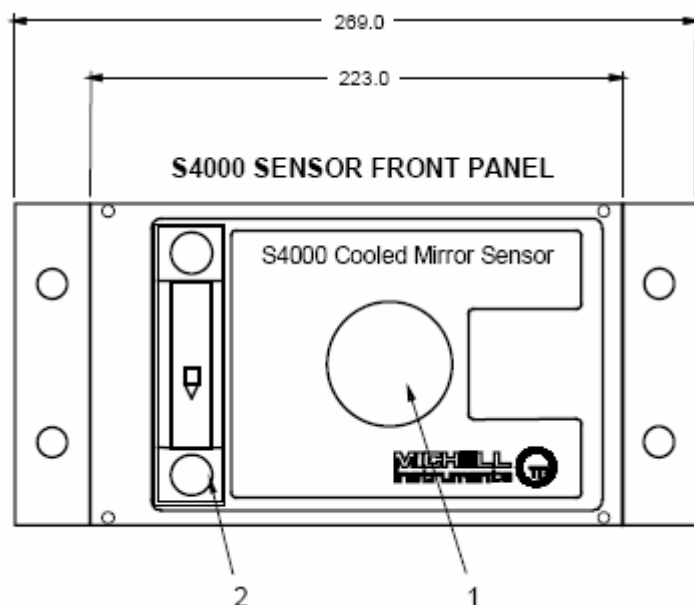

Рис. 4. Лицевая панель блока датчика (модификации Remote и Climatic).
На лицевой панели блока датчика (см. рис. 4) модификаций Remote и Climatic расположены порт для подключения микроскопа (1) и ротаметр (2).